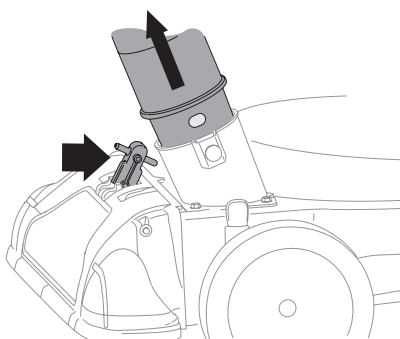

Figure 11
1. Placez le levier de sélection de mode d'aspiration à la position la plus proche du boyau pour aspirer par la buse. Voir Figure 11.
2. Avant d'utiliser la buse d'aspiration, assurez-vous que la goupille à ressort est insérée dans le premier trou (le plus proche de l'extrémité du boyau) du raccord. Voir Figure 11.